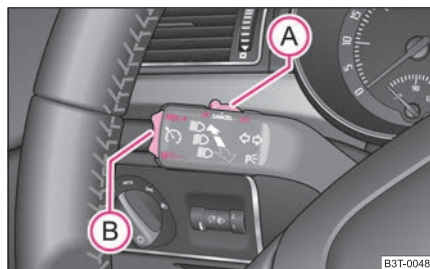

Abb. 131 Bedienungshebel: Wippe und Schalter der Geschwindigkeits-Regelanlage
- Drücken Sie den Schalter **A** ⇒ Abb. 131 in die Stellung **ON**.
- Die gespeicherte Geschwindigkeit können Sie ohne Betätigung des Gaspedals durch Drücken der Wippe **(B)** ⇒ Seite 124, Abb. 131 in die Position **RES erhöhen**.
Die **Wiederaufnahme** der gespeicherten Geschwindigkeit erfolgt nach Loslassen des Brems- oder Kupplungspedals, bei Fahrzeugen mit automatischem Getriebe nur nach Loslassen des Bremspedals, und nach kurzem Drücken der Wippe **(B)** ⇒ Seite 124, Abb. 131 in die Position **RES**. ▶
- Drücken Sie den Schalter  ⇒ Seite 124, Abb. 131 nach rechts in die Stellung **OFF**. ■